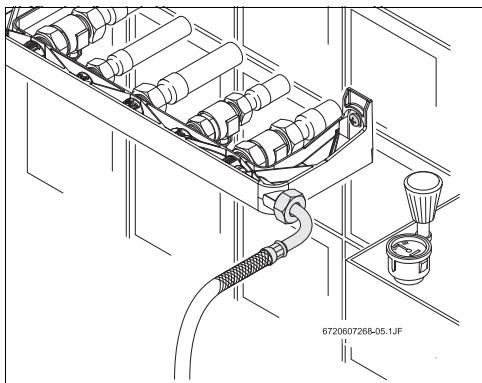

Fig. 5 Test de estanqueidad
- ▶ Verificar la estanqueidad de la instalación (Fig. 5).